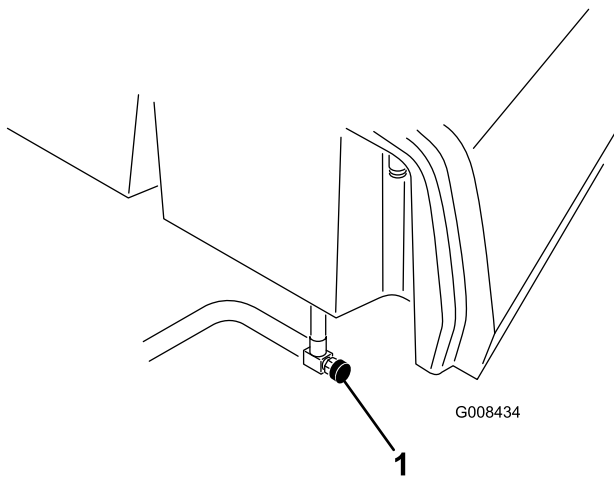

図 38
1. 長期間保管する場合には燃料バルブ 図 38 を閉じておく。